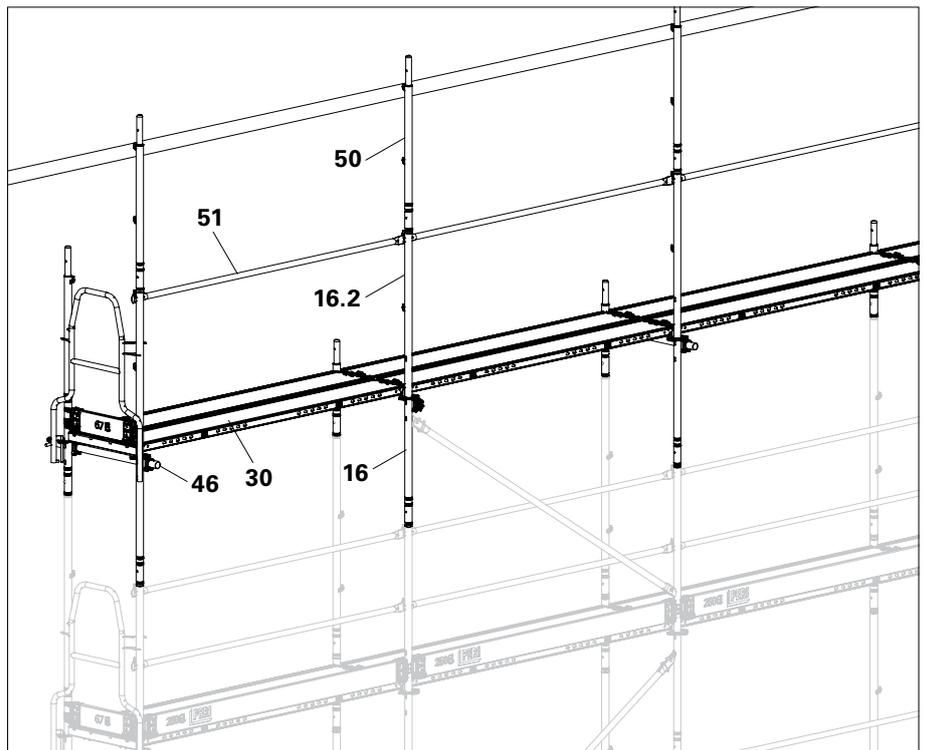

Abb. D2.06
1. Oberste Gerüstlage mit Easyrahmen EVF (16) und vorlaufendem Geländerholm EPG (51) aufbauen. Stahlbeläge EDS (30) einlegen.
2. Auf Außenrohr (16.2) Geländerpfosten EVP (50) aufstecken.
- In Schutzwandlage jeden zweiten Rahmenseg mit Gerüsthalter UWT (46) an Innen- und Außenstiel verankern; alternativ mit Dreiecksanker am Innenstiel verankern.
- (Abb. D2.06)